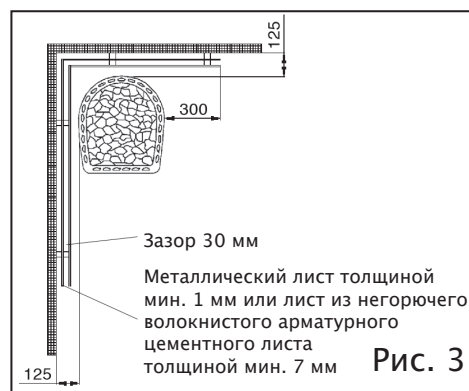

Рис. 3
3. Расстояния безопасности, которые указаны в пункте 2, можно еще сократить наполовину (до 125 мм), если будет использована двойная изоляция, которая может быть сделана из двух листов, как указано в пункте 2. Между листами и изолируемой поверхностью стены должен быть зазор не менее 30 мм. Изоляция не должна соприкасаться с полом и потолком. (См. рис. 3)